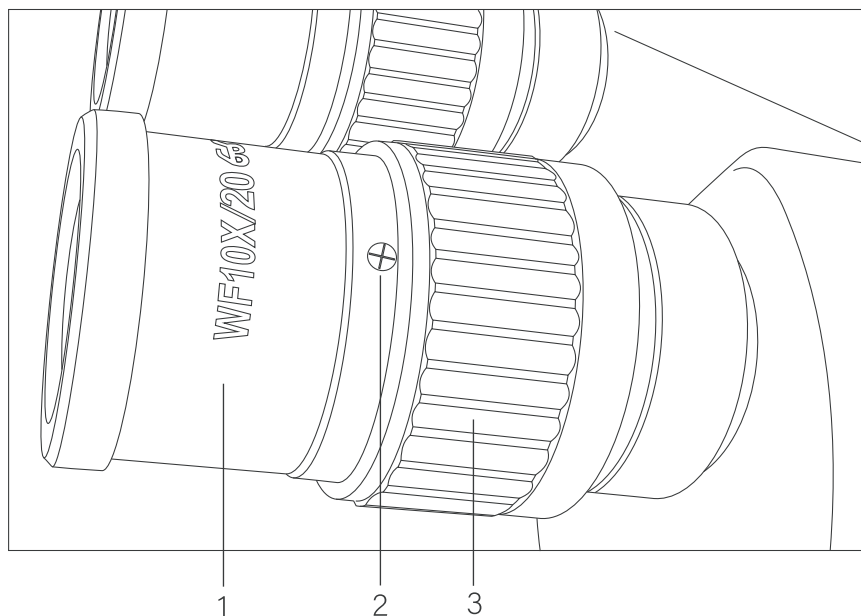

Рис. 7. Окулярные тубусы
- Вставьте окуляры в тубусы. Для предотвращения выпадения окуляров из тубусов закрепите их стопорными винтами 2 (рис. 7).
Оба окулярных тубуса снабжены механизмом диоптрийной коррекции с кольцами настройки 3 (рис. 7) расположенными на обоих тубусах. Эта настройка необходима для компенсации аметропии глаз наблюдателя и составляет ± 5 диоптрий.
- Наблюдая в левый окуляр и закрыв при этом правый глаз, вращением кольца диоптрийной настройки 3 (рис. 7) левого тубуса добейтесь резкого изображения объекта в левом окуляре. Рукоятки фокусировки поворачивать при этом не нужно.
- Наблюдая в правый окуляр и закрыв при этом левый глаз, вращением кольца диоптрийной настройки 3 (рис. 7) правого тубуса добейтесь резкого изображения объекта в правом окуляре.